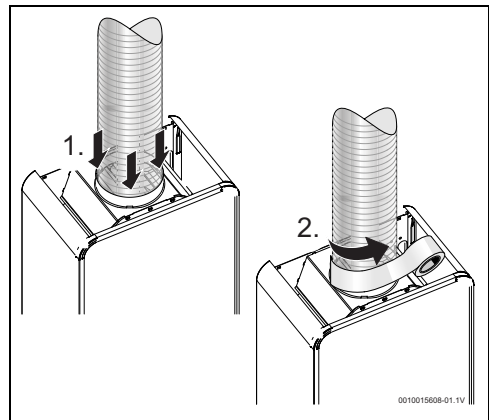

Fig. 10
- Étanchéification avec un matériau approprié (fig. 10)